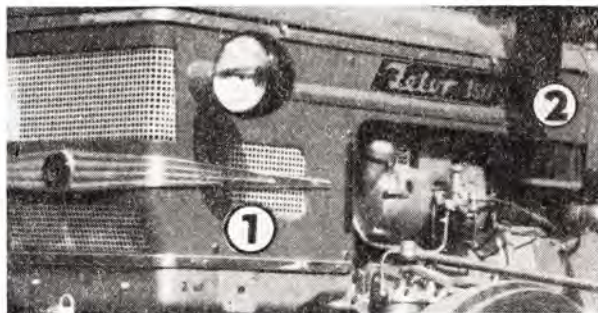

Abb. 61
3. Acht Schrauben M 6 (Abb. 61/1), welche die rechte Seitenwand an die Halter befestigen, sind auszuschrauben und die Seitenwand samt Scheinwerfer ist abzunehmen.
2. Beim Schlepper Zetor 2511 und Zetor 3511 muss der Akkumulator aus dem Schlepper ausgebaut und das Seil der Kühlerblende gelöst werden. Beim Schlepper Zetor 3511 ist durch Ausschrauben zweier Schrauben M 6 der linke und rechte Deckel (Abb. 61/2) abzunehmen. Nach Abschrauben zweier Muttern M 8 aus der rechten und linken Konsole des Akkumulators wird das Herausnehmen des rückwärtigen Haubenhalters ermöglicht.
2. Acht Schrauben M 8 (Abb. 61/1) an der rechten und linken Seite der Seitenwand sind abzuschrauben.
Anmerkung: Bei Demontage des Schleppers Zetor 3511 muss nicht der linke und rechte Seitendeckel an den Batterien (Abb. 61/2) abgenommen werden.